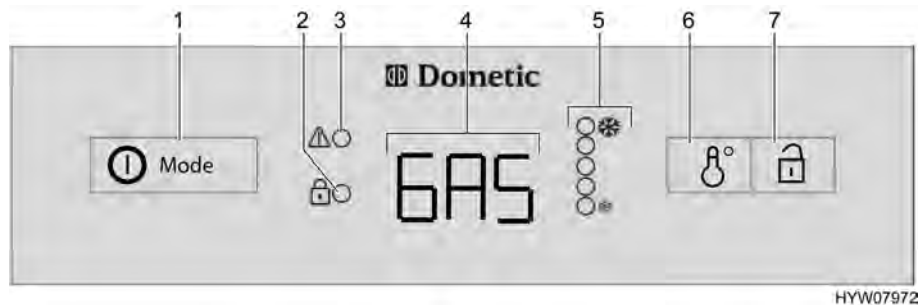

Fig. 192 Elementos de mando para el frigorífico (Dometic de la serie 8 con AES)
Con averías, parpadeará el visualizador LED avería "⚠" (Fig. 192,3).
Si **no** está conectada la alimentación de 230 V y el motor del vehículo está **desconectado**, el AES selecciona el suministro de gas. Al seleccionar el suministro de gas se abre automáticamente el seguro de encendido, de forma que puede fluir gas hacia el quemador. Simultáneamente se conecta el encendedor electrónico. Si se apaga la llama de gas, p. ej. debido a un golpe de viento, el encendedor se activa inmediatamente y enciende de nuevo el gas. Con una avería en el funcionamiento a gas, en el piloto (Fig. 192,4) parpadeará el texto "GAS".
Una vez conectado, el frigorífico selecciona automáticamente el ajuste medio del termostato. Este ajuste puede regularse posteriormente a mano con el conmutador para el ajuste de temperatura (Fig. 192,6). Los visualizadores LED (Fig. 192,5) indican el ajuste seleccionado del termostato. Con el interruptor se ajusta la temperatura de refrigeración para los tres tipos de energía. Pasan algunas horas hasta que el frigorífico alcanza la temperatura de servicio normal. Al conmutar el modo de funcionamiento se mantiene el ajuste del termostato. La temperatura de refrigeración se mantiene independientemente del tipo de energía.
- Pulsar el conector/selector de energía (Fig. 192,1) 2 segundos para conectar el aparato. Se visualiza el último modo de funcionamiento seleccionado en el piloto (Fig. 192,4).
- Seleccionar el tipo de energía con el conector/selector de energía (Fig. 192,1).
- La temperatura de refrigeración puede ser ajustada en el conmutador para el ajuste de temperatura (Fig. 192,6). Los visualizadores LED (Fig. 192,5) indican el ajuste seleccionado del termostato.
- Pulsar el conector/selector de energía (Fig. 192,1) 2 segundos. Todos los visualizadores se apagan.